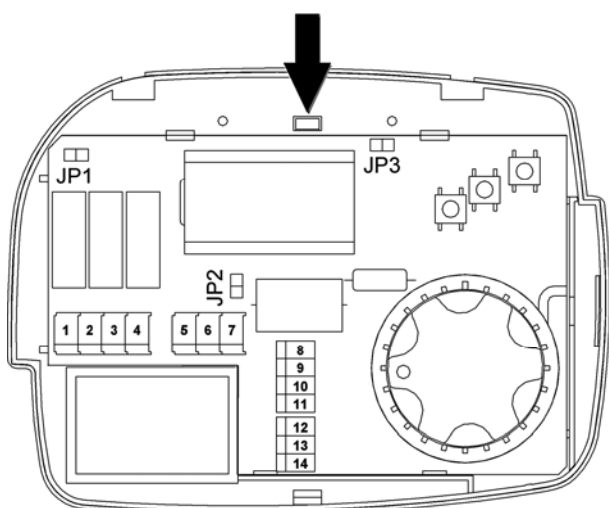

рис. 3.
3. Снять находящуюся сзади фиксирующую планку, надавив на соответствующую защёлку (рис.3).
Выбор напряжения питания осуществляется переключением переключки: позиция JP1 - ~220В, позиция JP2 - ~24В (см. рис. 3).